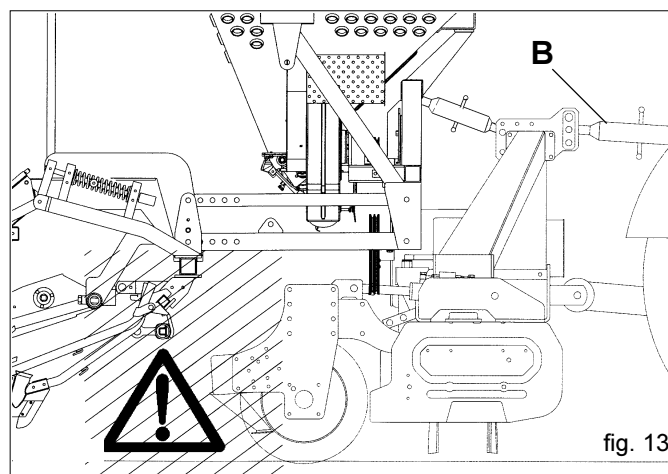

fig. 13
- 4) Avant de soulever la machine afin qu'elle s'accroche au semoir, contrôler qu'il n'y ait pas (ou qu'il ne puisse pas y avoir) d'interférences entre les organes mécaniques des deux machines. Contrôler en particulier la zone entre le rouleau arrière et les bras des ancrés d'ensemencement (Fig. 13).
- 7) Abaisser le dispositif de soulèvement en mettant les machines combinées en position de travail, contrôler que tous les organes d'ensemencement soient libres d'osciller, ainsi que les roues motrices et la herse couvre-graines. Contrôler que l'équipement est en position correcte, perpendiculaire au terrain. Agir éventuellement sur le troisième point de l'équipement (B Fig. 13).